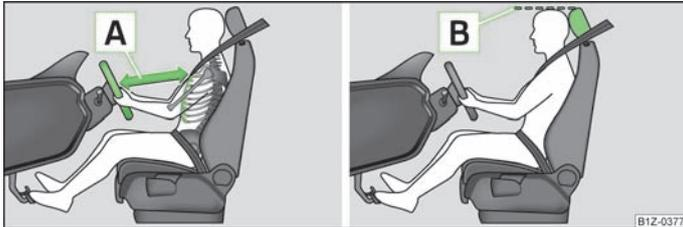

Abb. 90 Der richtige Abstand des Fahrers zum Lenkrad / Die richtige Kopfstützeinstellung
- › Das Lenkrad so einstellen, dass der Abstand **[A]** » Abb. 90 zwischen Lenkrad und Brustbein mindestens 25 cm beträgt.
- › Die Kopfstütze so einstellen, dass die Oberkante **[B]** » Abb. 90 der Kopfstütze sich möglichst auf einer Höhe mit dem oberen Teil Ihres Kopfes befindet.
- › Die Kopfstütze so einstellen, dass die Oberkante **[B]** » Abb. 90 der Kopfstütze sich möglichst auf einer Höhe mit dem oberen Teil des Kopfes befindet.